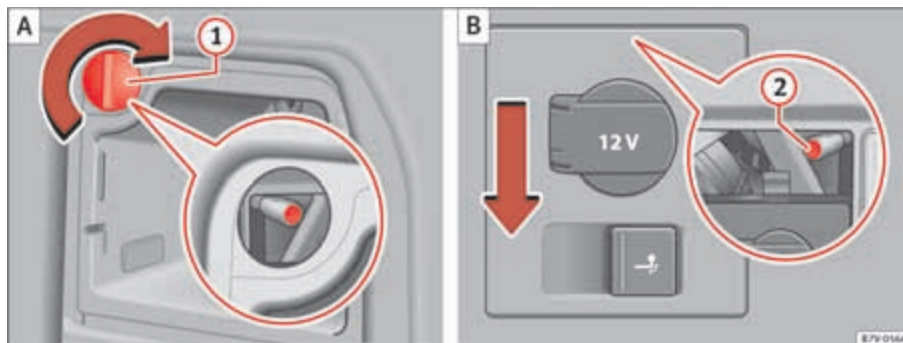

Abb. 208 Seitlich im Gepäckraum: Rückleuchte links und rechts ausbauen. ① Abdeckkappe abziehen, ② Befestigungsschraube.
4.	Abdeckkappe ⇒ Abb. 208 ① um 90° in Pfeilrichtung drehen und abziehen.
5.	Befestigungsschraube ⇒ Abb. 208 ② mit dem Schraubendreher aus dem Bordwerkzeug herausdrehen ⇒ Seite 331. Die Schraube bleibt gesichert in ihrer Position.